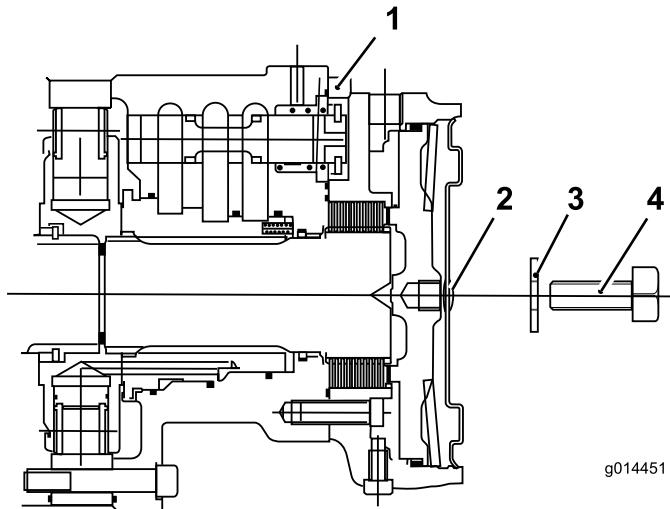

Figure 48
- C. Placez le bouchon hexagonal dans la plaque d'extrémité du moteur (Figure 48).